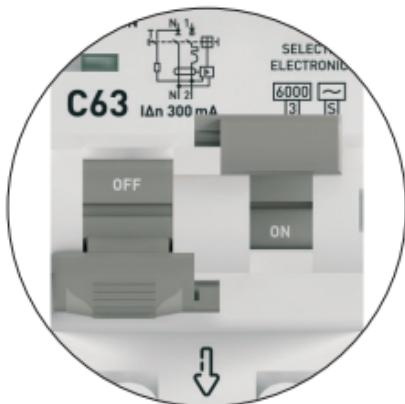

Рис. 5 – Индикация срабатывания АВДТ-63Н
Рукоятка управления АВДТ состоит из двух частей. При срабатывании АВДТ по причине возникновения короткого замыкания или перегрузки, левая часть рукоятки управления переходит в нижнее положение (OFF), а правая рукоятка остаётся в верхнем положении (ON), как показано на рис. 5.